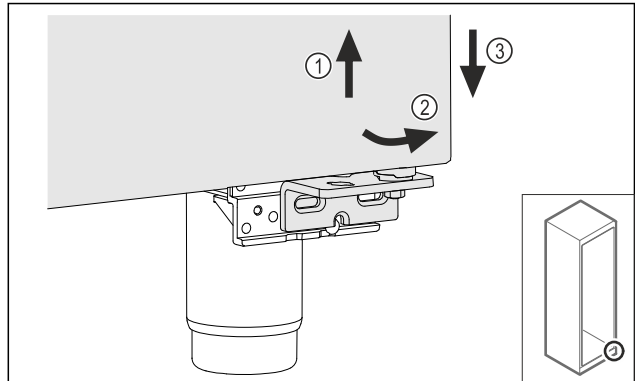

Fig. 16
- ▶ Soulever légèrement la porte Fig. 16 (1), la faire basculer vers l'avant Fig. 16 (2) et l'abaisser Fig. 16 (3).